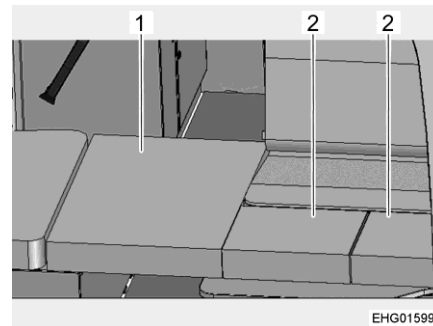

Fig. 108 Dopo la trasformazione
- Posare il cuscino aggiuntivo grande (Fig. 108,1) sulla tavola di sostegno nel corridoio.
- Posare il cuscino aggiuntivo piccolo (Fig. 108,2) sul tavolo.